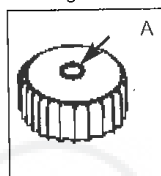

Fig. 12A
HINWEIS: Halten Sie das Entlüftungsventil (A) und den Tankdeckel sauber (Fig. 12A).